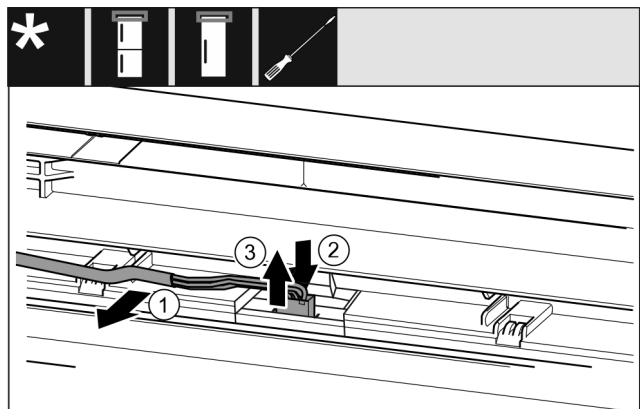

Fig. 11 Комбинация из холодильных и морозильных агрегатов / морозильные агрегаты / холодильные агрегаты
- Осторожно высвободите кабель Fig. 11 (1) из направляющей в двери.
- Вдавите назад накладку Fig. 11 (2) за штекером.
- Осторожно вытяните штекер Fig. 11 (3) вверх.